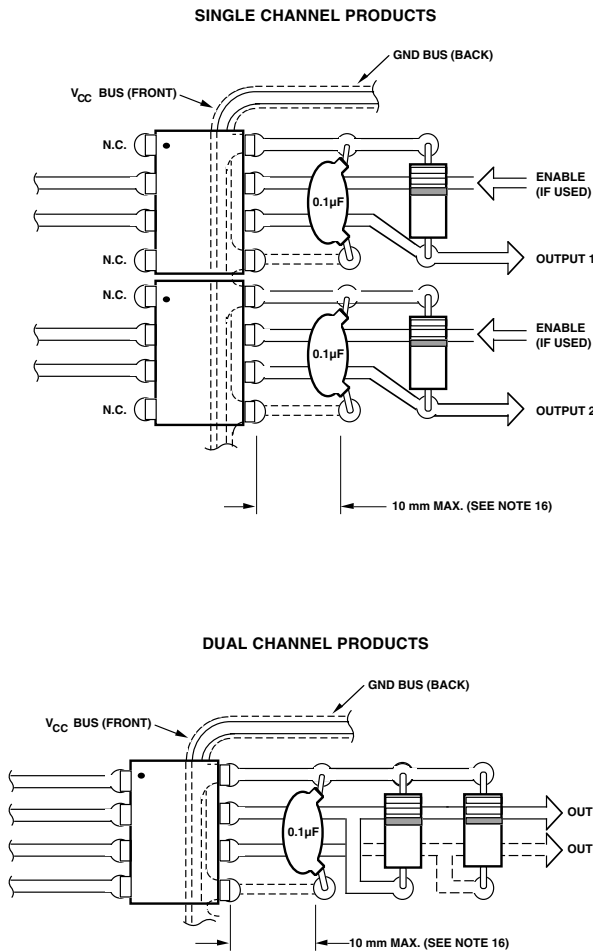

図18．推奨プリント板取り付け図
- 図 18 に示すように各フォトカプラの電源端子には、バイパスコンデンサとして 0.1 $\mu$ F のセラミックコンデンサが必要です。フォトカプラとコンデンサ間のリード距離は 10mm を越えないようにして下さい。
2. 高い $CMR_L$ を実現するためには、 $I_{FH} > 3.5mA$ で、LEDを点灯します。図21から図23の回路において、 $I_F = 10mA$ で駆動することで、HCPL - 261Nファミリでは、 $8kV/\mu s$ 程度のCMRを、図18のアートワーク例を守れば、実現できます。